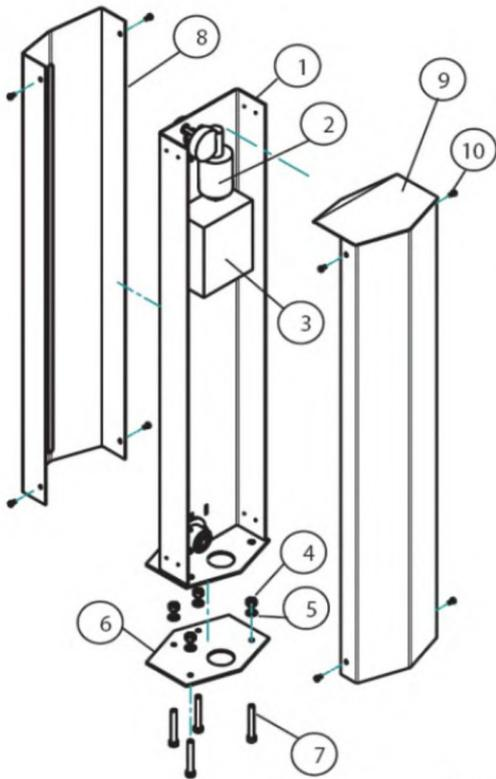
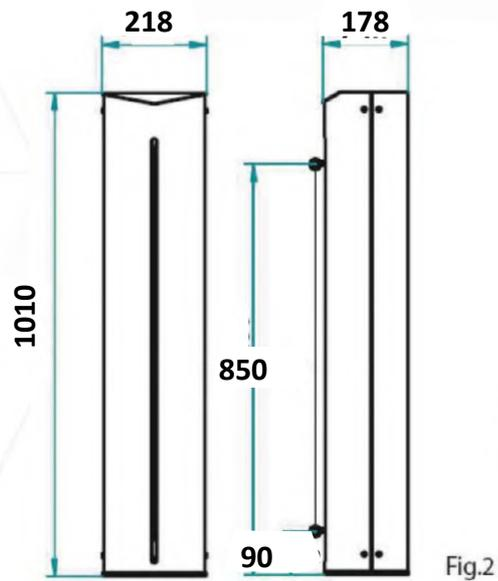

Abb. 4
Fig.2
■ 7.2. Montage der Säule (Abb. 1, Abb. 2, Abb. 4)
5. Die 8 Schrauben [10] herausdrehen und die vordere [8] und die hintere Abdeckung [9] der Säule abnehmen (Abb. 4).
9. Die 8 Schrauben [10] herausdrehen und die vordere [8] und die hintere Abdeckung [9] der Säule abnehmen (Abb. 4).